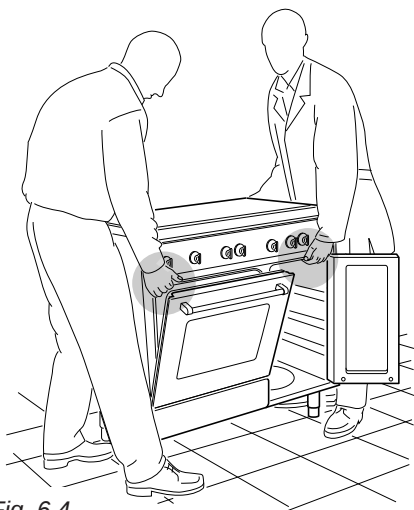
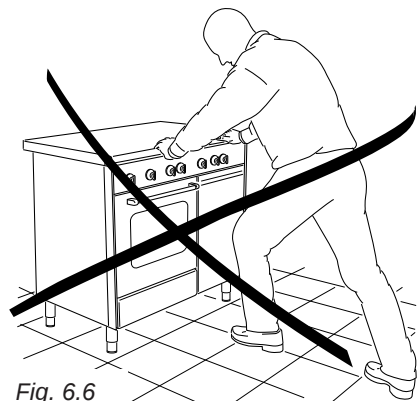

Fig. 6.4
Fig. 6.6
**ATTENZIONE:** La cucina deve essere sempre raddrizzata da due persone per evitare di danneggiare i piedi (fig. 6.4).
**ATTENZIONE:** Quando si sposta la cucina nella sua posizione definitiva, **NON TRASCINARLA** (fig. 6.6), ma sollevare i piedi dal pavimento (fig. 6.4).